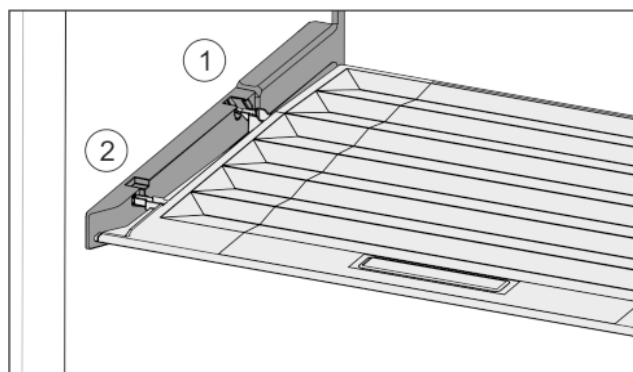

Fig. 33
- ▶ Dekselranden via de opening van de achterste houder Fig. 33 (1) aanbrengen en van voren in de houder Fig. 33 (2) klikken.